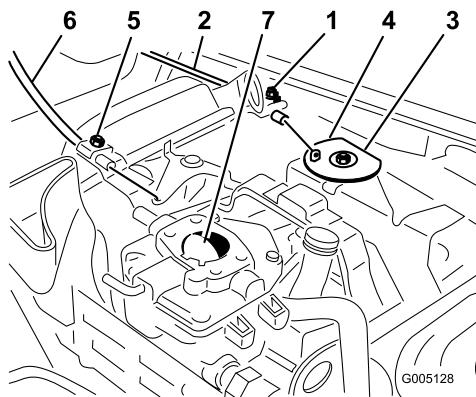

Figura 35
- Desaperte o parafuso do terminal do cabo que fixa o cabo ao motor (Figura 35).
- Puxe firmemente o cabo do regulador até a parte de trás do giro entrar em contacto com a paragem (Figura 35).
- Puxe firmemente o cabo do estrangulador até a borboleta do estrangulador estar completamente fechada, depois aperte o parafuso do terminal do cabo (Figura 35).